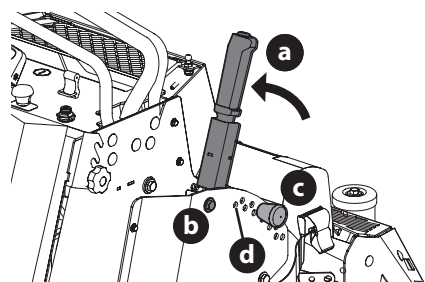

Fig. 1
2. Utilisez la poignée de levage du plateau de coupe (a) pour le soulever jusqu'à la position de verrouillage de transport (b) (réglage le plus élevé) et insérez l'axe de chape (c) dans le réglage de tonte le plus élevé (d) pour fixer la poignée de levage du plateau de coupe en place (Fig. 1).